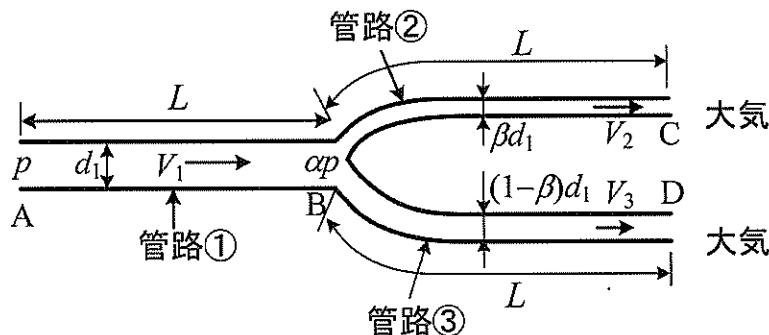

図 1
図 1 に示す分岐した円管内流れについて考える。一定の密度 ρ と動粘性係数 ν の粘性流体が入口 A から一定のゲージ圧力 p と断面平均速度 V_1 で内径 d_1 の管路①に流入し、分岐部 B で内径 βd_1 の管路②と内径 $(1-\beta)d_1$ の管路③に分岐して、それぞれ出口 C、出口 D で大気に流出する。また、分岐部 B でのゲージ圧力を αp とする。ここで α 、 β は 0 以上 1 以下の実数を表す。管路①～③の長さは全て L とする。管路内の流れは層流であり、管内径 d 、断面平均速度 V に対するレイノルズ数を $Re = Vd/\nu$ で定義すると、管摩擦係数が $\lambda = 64/Re$ で表される。エネルギー損失として管摩擦損失のみを考え、分岐部での損失等は無視する。また、管路は水平面内にあり重力の影響は無視できるものとして以下の設問に答えよ。
- (1) α を ρ 、 ν 、 L 、 d_1 、 V_1 、 p を用いて表せ。
- (2) 以下の設問では、 γ を以下のように定義する。